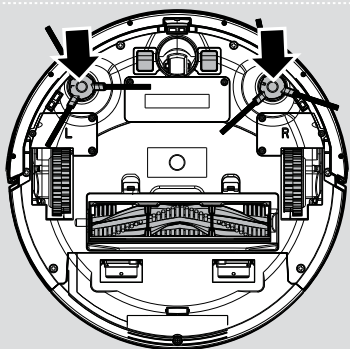

Fig. 3
7. Fixez les deux brosses de nettoyage latérales sur les supports jusqu'à ce qu'elles s'enclenchent. Faites attention à ce que L et R figurent aussi bien sur l'appareil que sur les brosses. **[Fig. 3]**